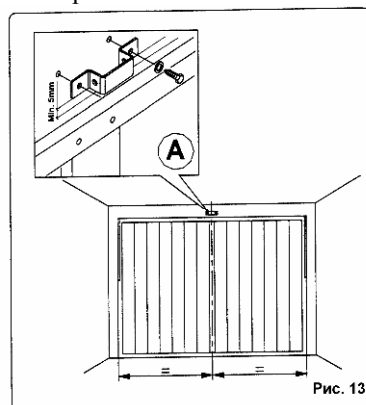

Рис. 13
- Найдите среднюю точку на двери и проведите через нее вертикальную прямую рис. 13;
- Установите скобу переднего кронштейна по центру вертикальной прямой и на 5 мм выше полученной горизонтальной линии рис. 13 А;